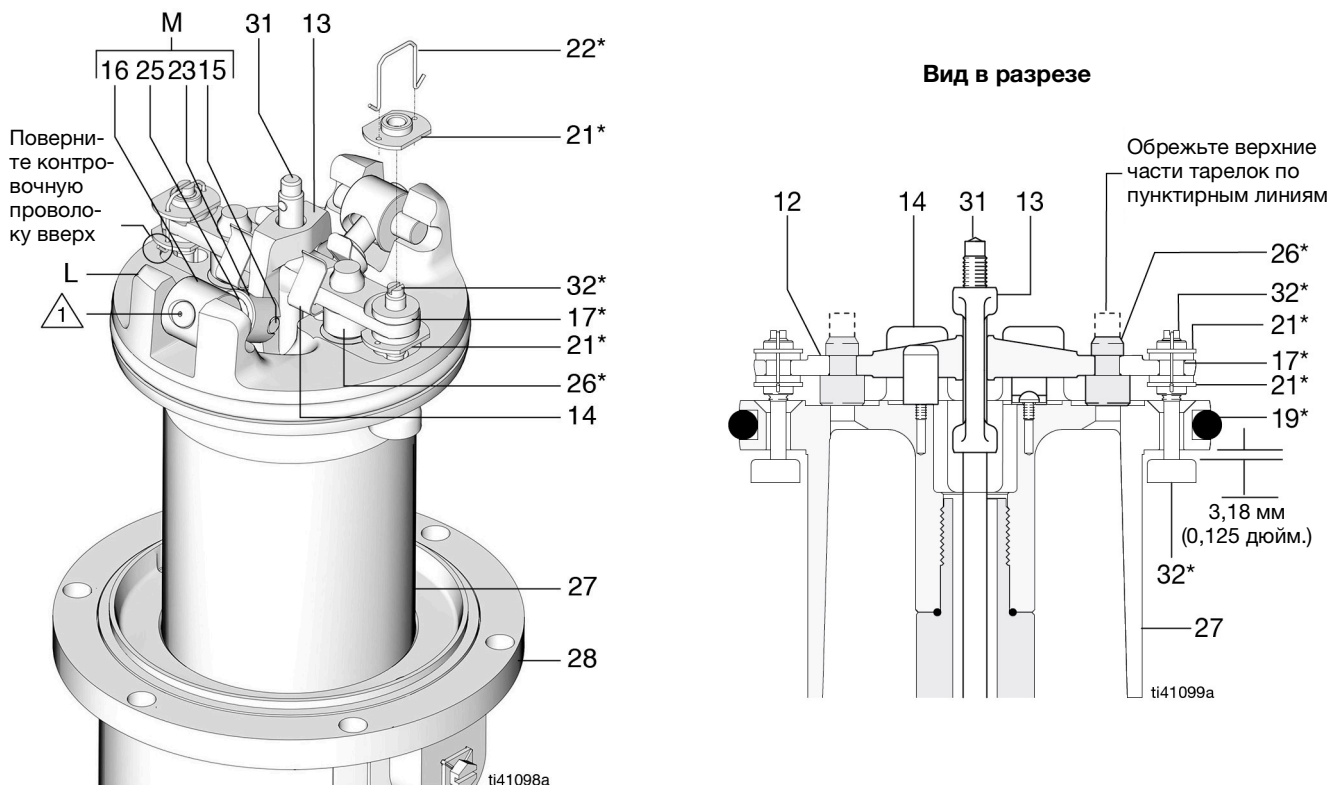

Рис. 4 Пневмомотор и горловина
12. Чтобы установить вилку тяги переключения (13) на место и зафиксировать коленно-рычажные механизмы, воспользуйтесь отверткой (Рис. 4).
13. На данном этапе, когда одной рукой будет выполняться работа с помощью отвертки, прикройте подпружиненные коленно-рычажные механизмы другой рукой, чтобы поймать их, когда они будут выскакивать из проушин. Установите конец отвертки в поршень между проушинами (L) ниже шарнирных штифтов (16) на коленно-рычажных механизмах, приподнимите вверх с помощью рукоятки отвертки для сжатия пружин коленно-рычажного блока (М) и отвода вверх и в сторону от проушин поршня, а затем снимите детали (Рис. 4).
14. Выпрямите стопорную проволоку (22*) и удалите ее с гаек клапана (21*). Открутите верхние гайки. Снимите вилку тяги переключения (13), привод (12) и тягу переключения (31). Отвинтите нижние гайки (21*) и снимите тарелки. Убедитесь, что пружинные зажимы штока клапана (14) не изношены и не повреждены и что они правильно направляют привод (12).
15. Снимите тарелки выпускного клапана (26), обрезав их с помощью боковых кусачек, а затем извлеките их из привода (12).
1. Зажмите лыски штока поршня (29) в тисках таким образом, чтобы пневмомотор был направлен вверх.
2. Вставьте тарелки выпускного клапана (26*) в привод клапана (12) и подрежьте верхние части тарелок (показаны пунктирной линией, см. вид в разрезе на Рис. 4)
3. Установите втулки (17*) в привод (12), поместите тарелки впускного клапана (32*) в поршень и навинтите нижние гайки клапана (21*) на тарелки впускного клапана таким образом, чтобы осталось несколько витков до конца резьбы.
4. Нанесите обильный слой консистентной смазки и установите тягу переключения (31) в поршень. Разместите привод (12) в вилке (13) и установите блок привода/вилки с обильно нанесенным слоем консистентной смазки в поршень таким образом, чтобы тяга переключения проходила сквозь центральные отверстия привода и вилки, а тарелки впускного клапана (32*) проходили сквозь втулки (17*).
6. Установите штифты коленно-рычажных механизмов (15) в вилку (13), разместите концы колена (23) коленно-рычажного блока (M) в штифтах механизмов и защелкните концы шарнирного штифта (16) коленно-рычажного блока в проушинах (L).
7. Используя калибр для измерения (артикул 171818), обеспечьте зазор 3,18 мм (0,125 дюйма) между тарелками впускного клапана (32*) и седлом поршня, когда впускной клапан переведен в открытое положение. См. вид в разрезе на Рис. 4.